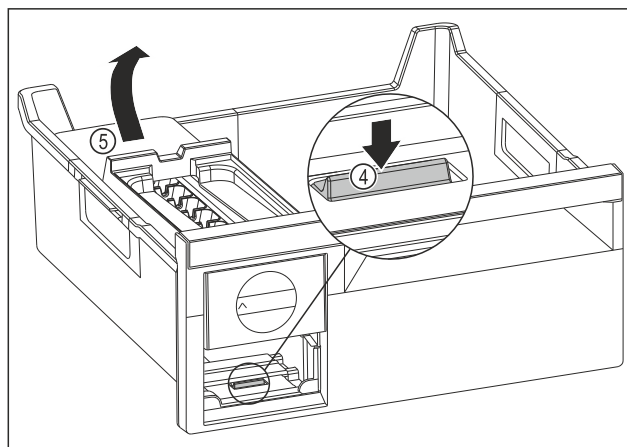

Fig. 87
- Вийняти корпус EasyTwist-Ice: натиснути накладку Fig. 87 (4) пальцем вниз і одночасно підняти корпус EasyTwist-Ice Fig. 87 (5) ззаду іншою рукою.